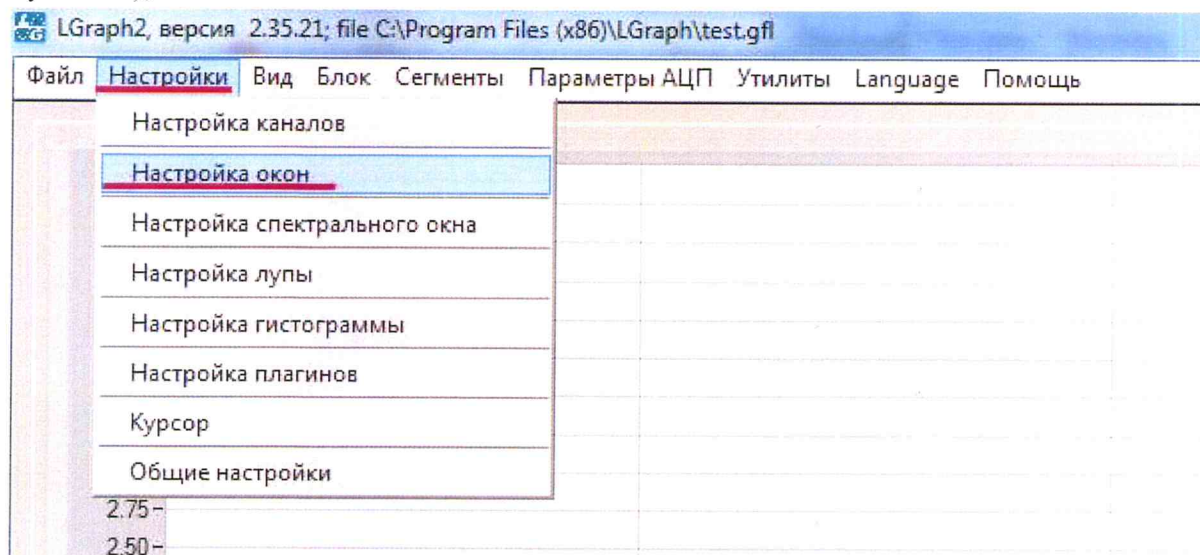

Рисунок 40. Настройка окон
5) В верхней панели найдите вкладку «Настройки» и выберите пункт «Настройка окон» (рисунок 40);